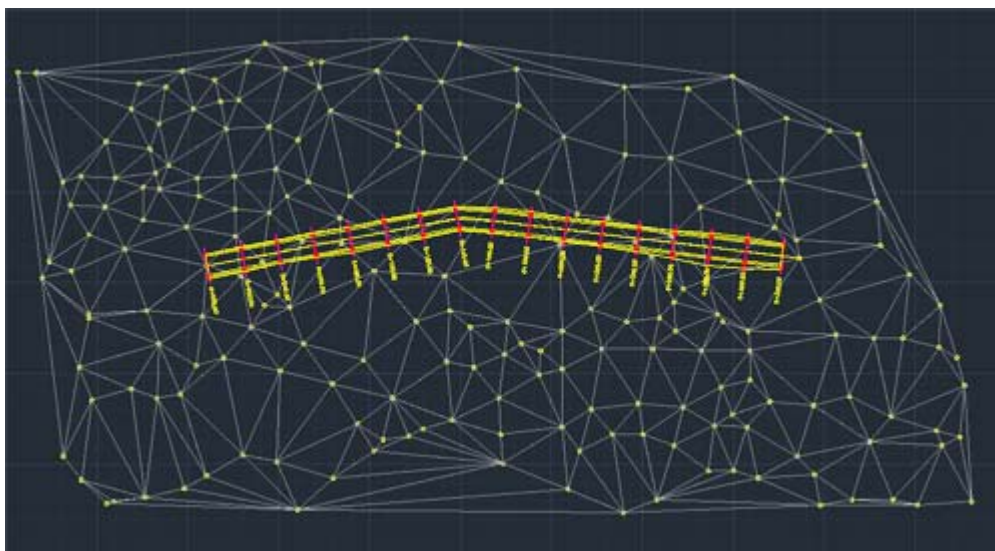

Fig. 2: Puntos de proyecto y líneas límite
2. Active la rutina para generar puntos de proyecto **Menú CivilCAD > Altimetría > Puntos de Proyecto**. Luego seleccione el eje de proyecto y las estaciones por medio de una ventana de selección. Deberán aparecer los puntos de proyecto y las líneas límite automáticamente dibujadas (Fig. 2).